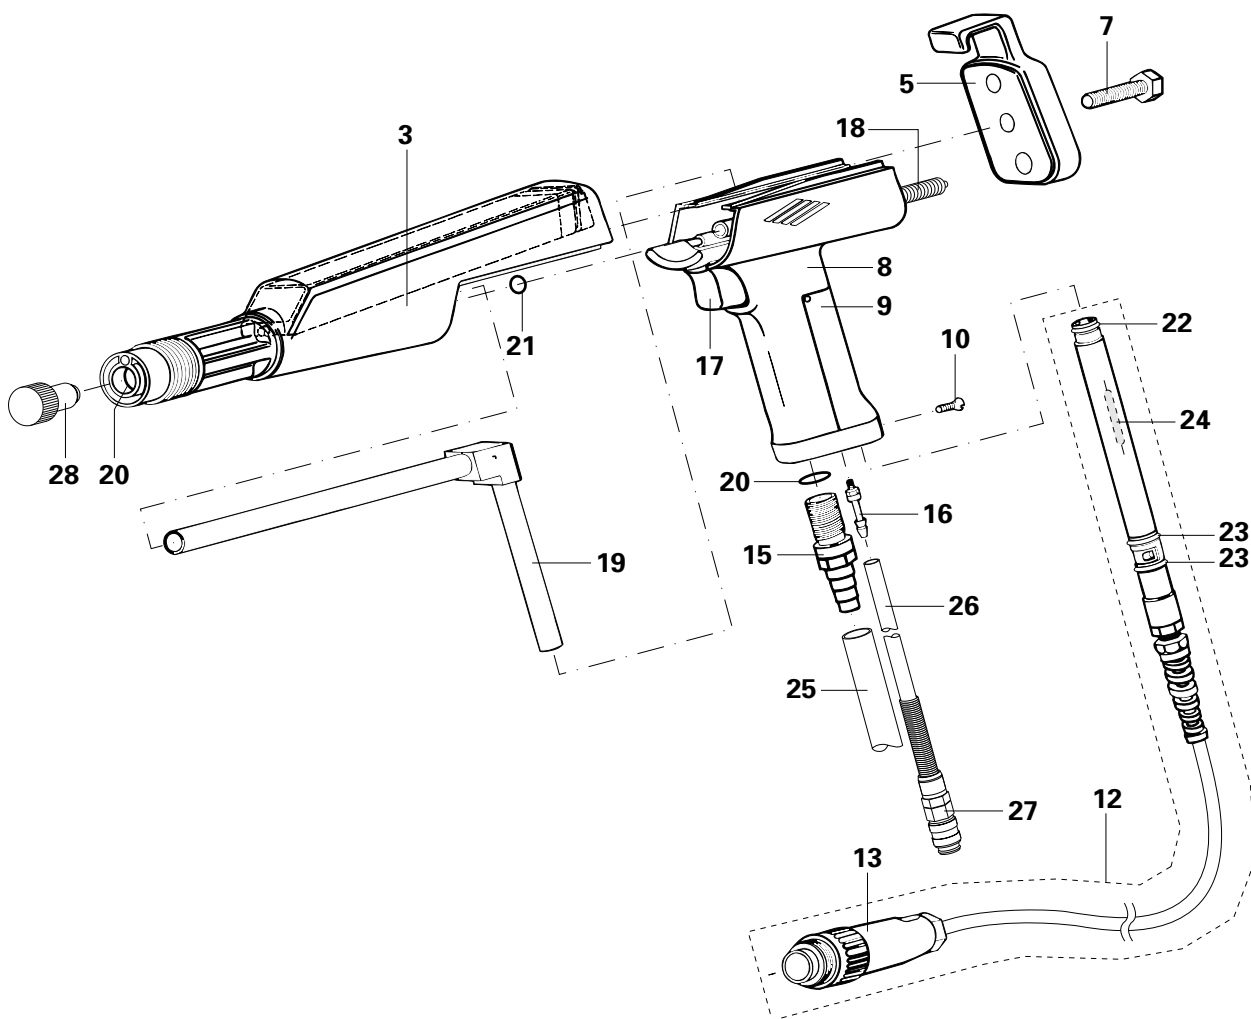

Figure 8
- Régler la pression d'air de balayage à l'aide du bouton de réglage correspondant (**2** Figure 8) sur le module de commande, de telle sorte que la de contrôle du débitmètre oscille dans la zone verte du symbole "buse à jet plat".
- Régler la pression d'air de balayage à l'aide du bouton de réglage correspondant (**2** Figure 8) sur le module de commande, de telle sorte que la de contrôle du débitmètre oscille dans la zone verte du symbole "buse à jet rond".
3. Actionner la gachette du pistolet (**17** - Fig. 8).
5. Nettoyer le tube du pistolet (**19** - Fig. 8) à l'aide de la brosse ronde fournie.
1. Débrancher le tuyau de poudre de son raccord (**15** - Fig. 8).
2. Débrancher le tuyau d'air de nettoyage de son raccord (**16** - Fig. 8).
4. Retirer la vis de fixation (**10** - Fig. 8).
5. **Tourner le connecteur du câble de pistolet (12- Fig. 8) d' 1/4 tour vers la gauche (aligner les repères) et l'extraire en tirant en ligne droite.**
7. Desserrer la vis en matière plastique (**7** - Fig. 8) et retirer la plaque de raccordement (**5** - Fig. 8).
8. Retirer la poignée (**8** - Fig. 8) du tube (**3** - Fig. 8).
9. Retirer le tube de poudre (**19** - Fig. 8) hors de la poignée (**8** - Fig. 8).
- Le connecteur du câble de pistolet (**12** - Fig. 8) doit se trouver en position correcte - la vis de fixation (**10** - Fig. 8) doit pouvoir être vissée en totalité.
A l'exception du remplacement de pièces défectueuses, aucune réparation ne doit être exécutée sur le pistolet. Le remplacement de la cascade (**4** - Fig. 1) et la réparation du connecteur de câble (**12** - Fig. 8) doivent **uniquement** être effectués par un centre de service agréé ITW Gema.
- Remplacement de la gachette (**17** - Fig. 8) ou de son ressort de rappel (**18** - Fig. 8)
3. Introduire la (nouvelle) gachette dans la poignée (**8** - Fig. 8).
- Remplacement de la fiche du pistolet (**13** - Fig. 8).